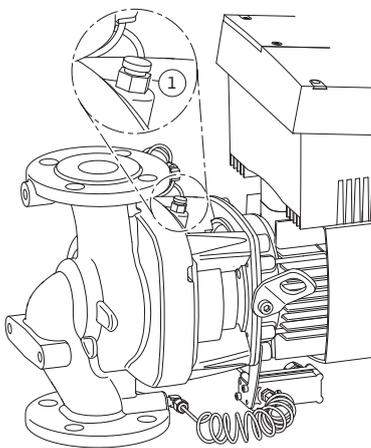

Fig. 44: Клапан для выпуска воздуха
6. Сбросить давление в насосе путем открывания клапана для выпуска воздуха (рис. 44, поз. 1).